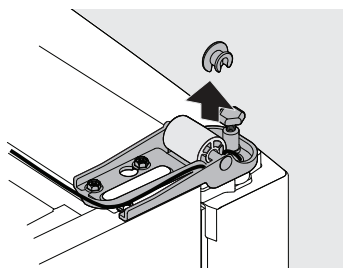

Figure 2
5. Acheminez le câble gris et les connecteurs de sous l'essieu de roue et l'entretoise de roue (voir figure 2).